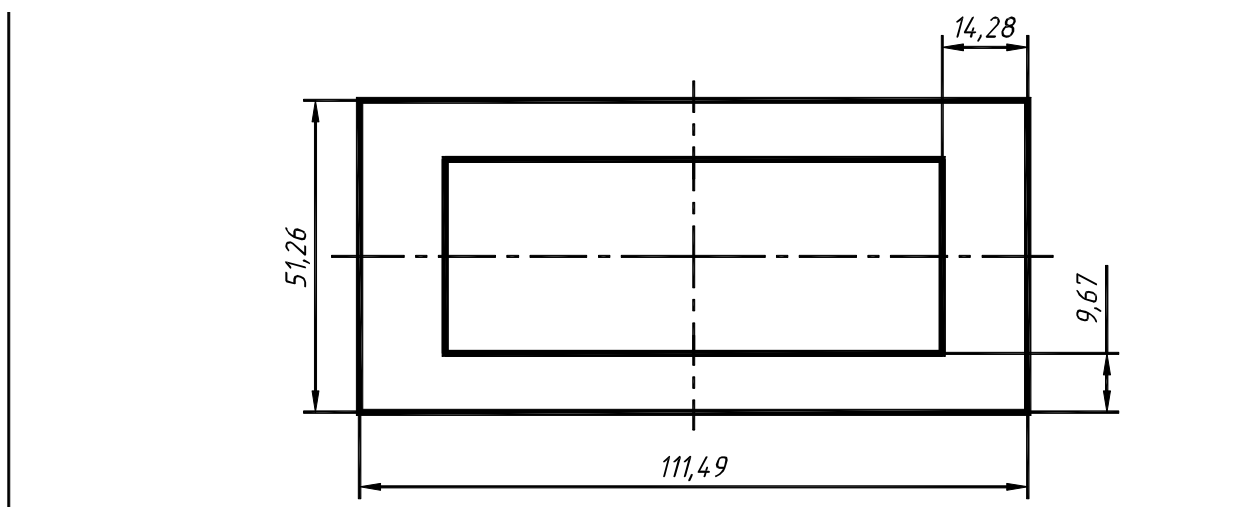

Рис. 8.3. Чертеж к заданию №3
8.2.2. Начертить фигуру по рис. 8.3. В построениях использовать конструктивные линии.